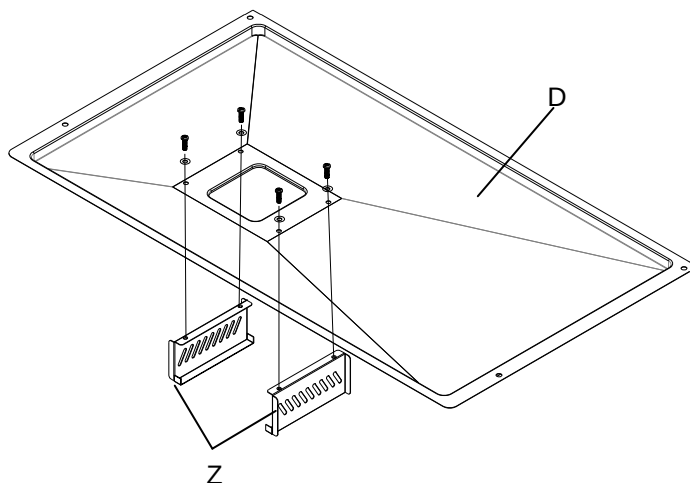

Fig.11
- b). Installez le plateau à graisse (D) sur le chariot à l'aide des quatre vis à tête bombée 5/32 po x 10 mm (BB). Voir la Fig. 11.